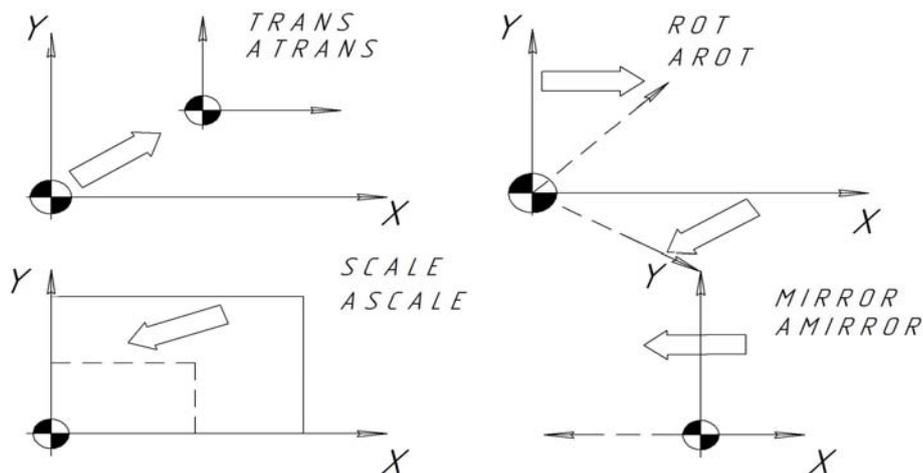

Рис. 3.51. Программируемые фреймы
- сдвига системы координат TRANS, ATRANS (рис. 3.51);
Команды ROT, AROT используются для вращения системы координат детали (см. рис. 3.51) вокруг каждой из геометрических осей X, Y или на угол RPL в выбранной рабочей плоскости G18. Это об-